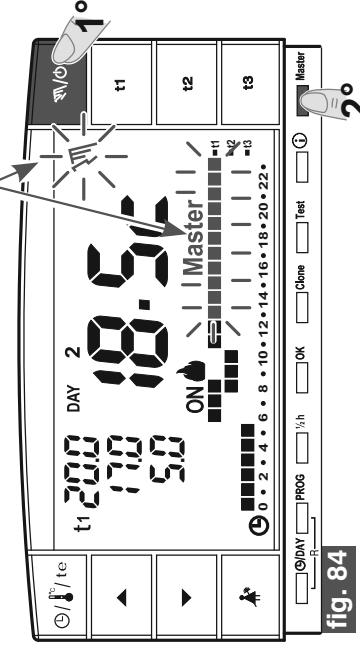

fig. 84
- En el cronotermostato MÁSTER pulsar por un instante el botón $\text{M}\ddot{\text{A}}\text{STER}$ para el funcionamiento manual temporal; aparecerá el símbolo " $\text{M}\ddot{\text{A}}\text{STER}$ " parpadeante (ver detalles en el apartado 7.1 punto A) (ejemplo fig. 84).